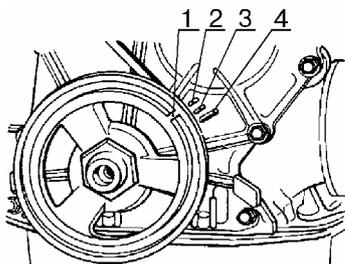

Рис.78.
- повернуть коленчатый вал до начала такта сжатия в первом цилиндре, а затем, поворачивая коленчатый вал, совместить метку 1, рис.78, на шкиве с меткой 4 на крышке привода ГРМ (ключ А.50121 или головка сменная 38 и вороток);